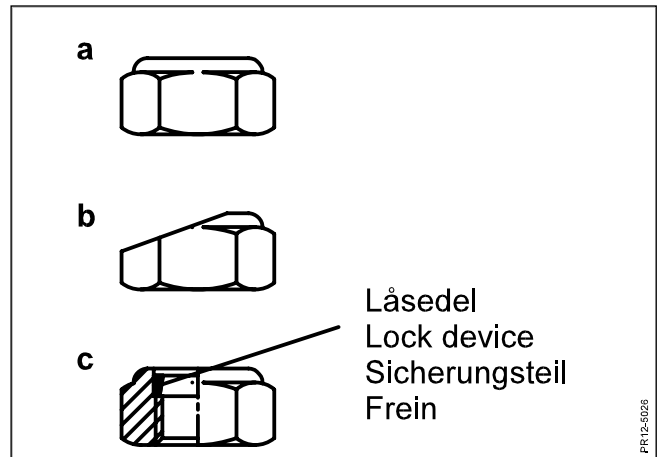

Fig. 5-7
- Fig. 5-7 Specialmøtrikken skal skiftes hvis: